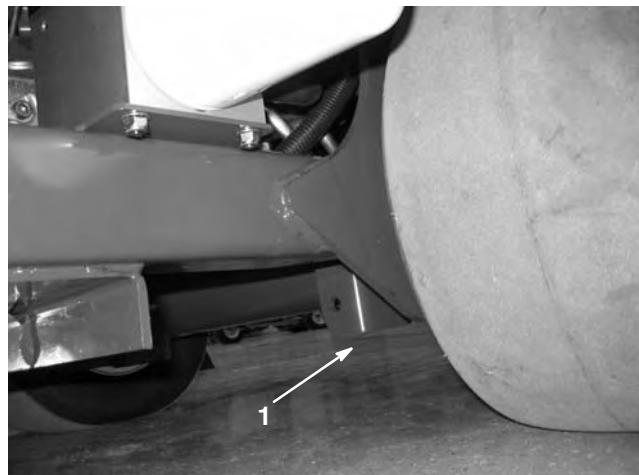

Bild 41
2. Stellen Sie den Ständer sicher unter die Rahmenplatte, sodass er sich gerade innen im Hinterrad befindet (Bild 41).